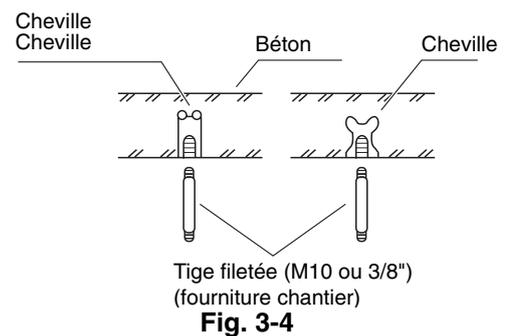

Fig. 3-4
(3) En fonction du type de plafond :
- Insérez les tiges filetées de la manière indiquée à la figure 3-4.